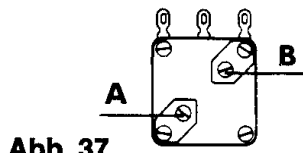

Abb. 37
1. Nachdem du die Trimmer des Zweifach-Drehkondensators sehr vorsichtig ganz hineingedreht hast (s. Abb. 37), drehe A eine viertel- und B drei Umdrehungen heraus.